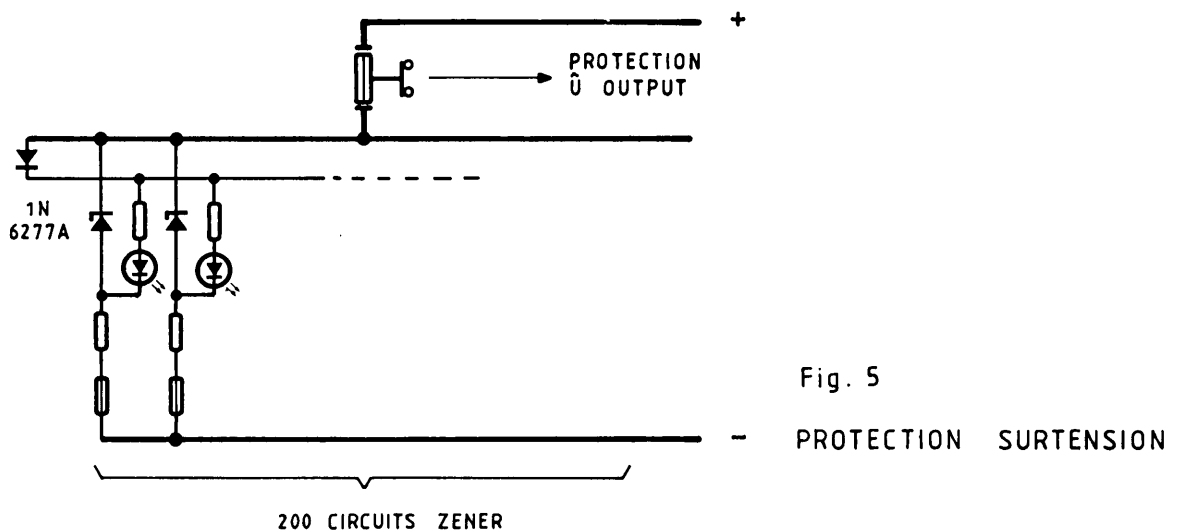

Fig. 5
- Fig 5** - Protection surtension
En plus de la protection contre les surtensions générées éventuellement par l'alimentation et limitées électroniquement, un circuit Zener, (voir fig. 5), installé aux bornes de la charge, absorbe les surtensions dues à une coupure accidentelle au cours d'un fonctionnement à plein courant. Dans ce cas la tension est limitée à 20 Volts.